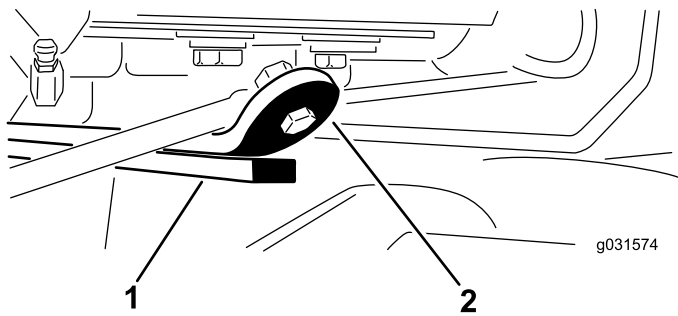

Figura 16
3. Ligue o motor, eleve as unidades de corte e certifique-se de que a folga entre a fita de atrito na barra de atrito da parte superior da unidade de corte traseira e a correia do para-choques é de 0,51 a 2,54 mm, como se mostra na Figura 16.